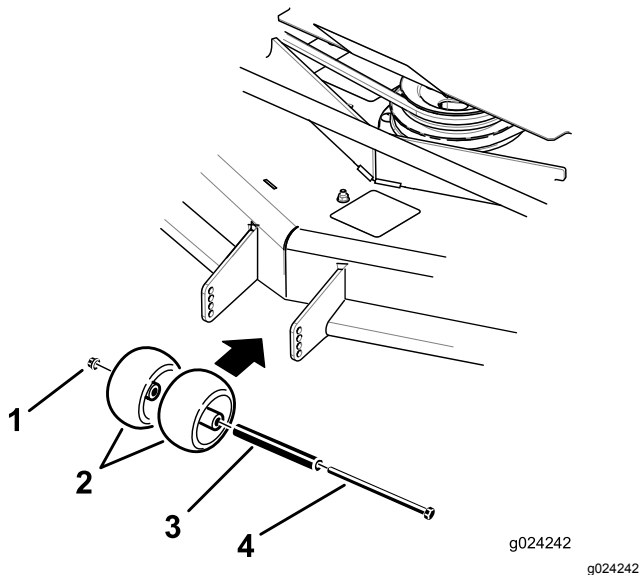
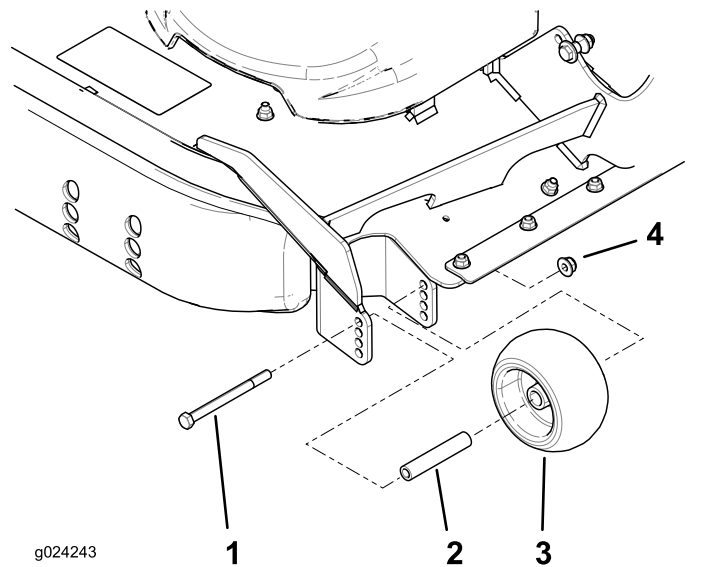

Figura 27
Figura 28
3. Ajuste los rodillos protectores del césped según se muestra en Figura 27 y Figura 28 a la posición de altura de corte más próxima.